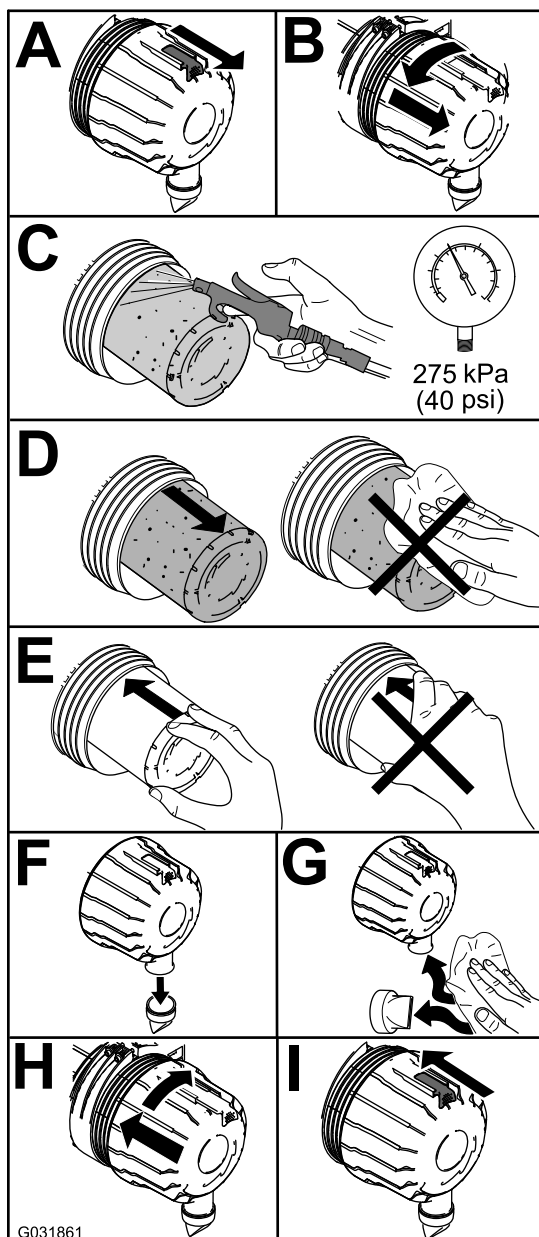

**Figura 90**
Effettuate la manutenzione del filtro dell'aria quando l'indicatore lo richiede (Figura 90). Sostituendo il filtro dell'aria prima del necessario si aumenta il rischio che la morchia penetri nel motore quando rimuovete il filtro.
2. Se la spia (Figura 90) è rossa, resettatela.